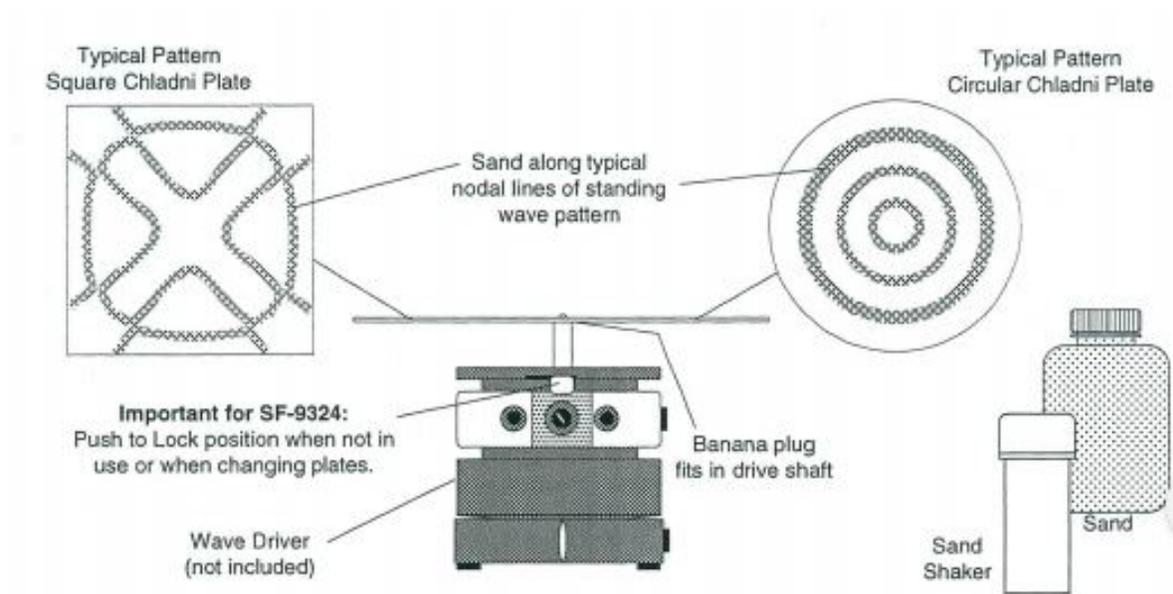

Figura 45: Conexión de la placa al eje impulsor.
1. Conectar la placa Chladni al eje impulsor como se muestra en la figura 45. El conector banana se acopla directamente con el orificio en el eje impulsor.